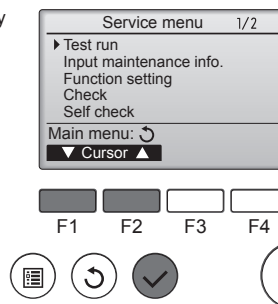

Fig. 9-2
- 1 Выберите режим "Test run" (Пробный пуск) в Сервисном меню и нажмите кнопку [ВЫБОР]. (Fig. 9-2)